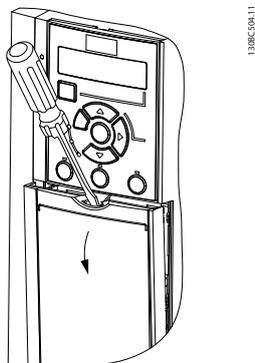

Рисунок 4.4 Доступ к подключению элементов управления
- Снимите крышку с помощью отвертки. См. *Рисунок 4.4.*